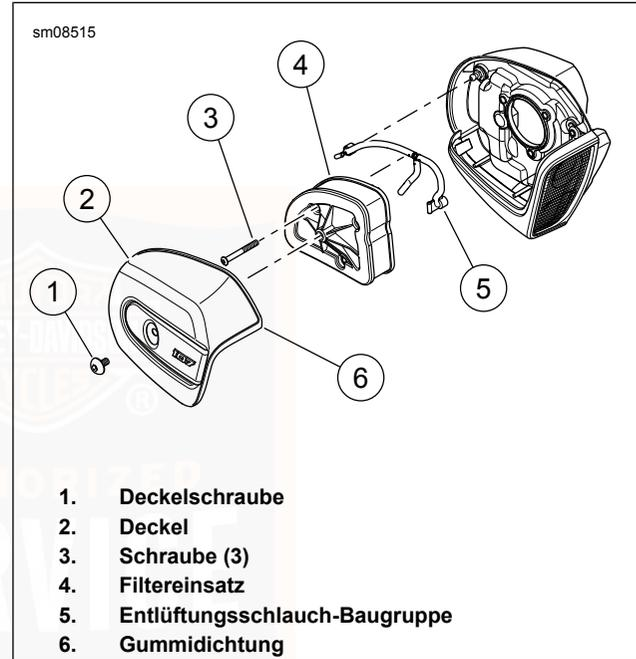

Abbildung 80. Luftfilterbaugruppe
1. Siehe Abbildung 80. Schraube (1) und Luftfilterabdeckung (2) mit Gummidichtung (6) entfernen.
2. Die drei Schrauben (3) entfernen.
3. Filtereinsatz (4) entfernen, dabei den Entlüftungsschlauch aus dem Loch auf der Innenseite ziehen.
4. Entlüftungsschlauch (5) von den Entlüftungsschrauben entfernen.
1. Siehe Abbildung 80. Den Entlüftungsschlauch (5) auf den Entlüftungsschrauben anbringen.
2. Den Filtereinsatz (4) anbringen und dabei den Entlüftungsschlauch in den Filtereinsatz einführen.
3. Die Schrauben (3) anbringen. Die Schrauben auf folgendes Drehmoment anziehen: 4,5–6,8 N·m (40–60 **in-lbs**).
4. Überprüfen, ob die Gummidichtung (6) nicht beschädigt ist und richtig am Umfang der Luftfilterabdeckung aufliegt.
5. Die Luftfilterabdeckung auf der Grundplatte anbringen. Einen Tropfen LOCTITE 243 MEDIUM STRENGTH THREADLOCKER AND SEALANT (blue) auf die Gewinde jeder Schraube (1) auftragen. Schraube einsetzen. Auf folgendes Drehmoment anziehen: 4,1–6,8 N·m (36–60 **in-lbs**).